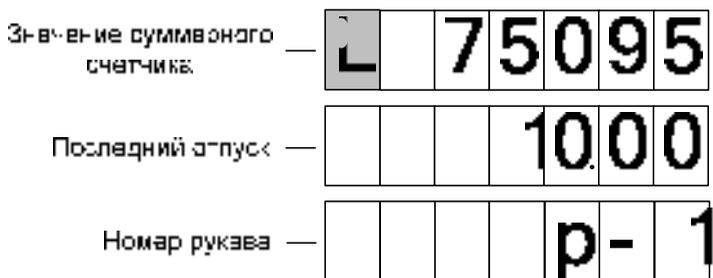

Рисунок 6
9.7 Предусмотрен просмотр на табло значений суммарного счетчика рукава в строке указателя стоимости с мигающим символом "L" в старшем разряде. В строке цены за литр отображается порядковый номер рукава и символы "P-" (рисунок 6). В случае многорукавной колонки, чтобы просмотреть на табло значения суммарных счетчиков других рукавов стороны, необходимо снять раздаточный кран интересующего рукава. В этом режиме допускается выдача топлива.